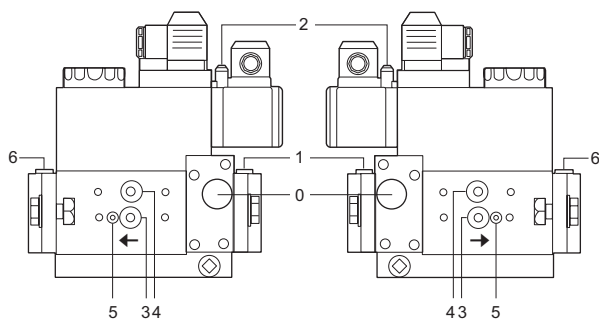
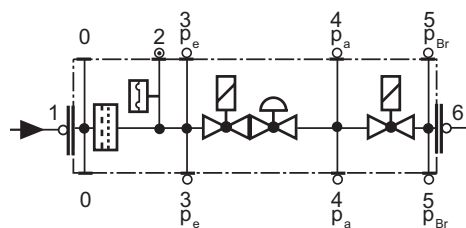

Fig. 28
Fig. 29
- Schimbați filtrul dacă diferența de presiune dintre prizele de presiune 1 și 3 (Fig. 28-Fig. 29) este $\Delta p > 10$ mbar.
- Schimbați filtrul dacă diferența de presiune dintre prizele de presiune 1 și 3 (Fig. 28-Fig. 29) este de două ori mai mare comparată cu cea de la ultima verificare;